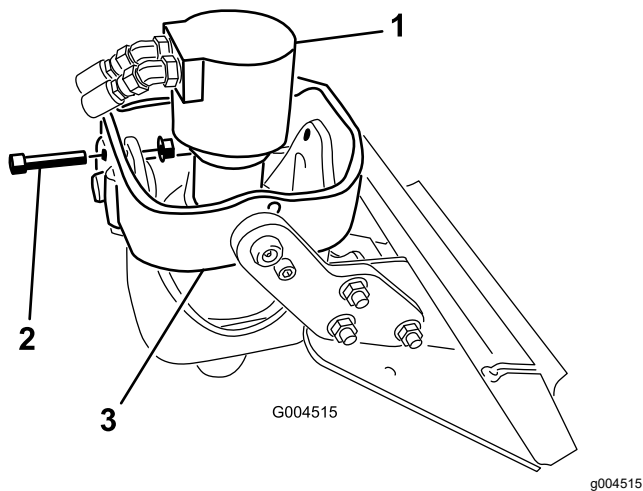

Figura 4
- B. Coloque el cabezal de transmisión en posición vertical, introduzca un perno ($\frac{1}{2}$ " x $2\frac{1}{2}$ ") en los taladros de los brazos de enganche delanteros y fíjelo provisionalmente con una tuerca con arandela prensada ($\frac{1}{2}$ "), tal y como se muestra en la Figura 4.